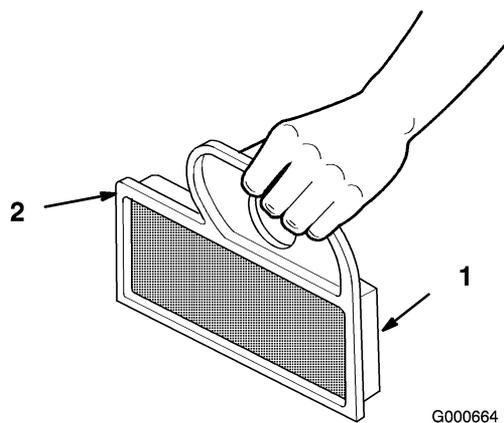

Figure 35
1. Tapotez doucement l'élément sur une surface plane pour faire tomber la poussière et la saleté (Figure 35).